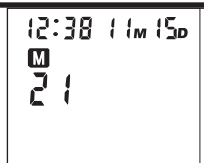

Fig. 1
1. Pulse y libere el botón **M** (memoria). La unidad mostrará brevemente la cantidad de mediciones almacenadas en el banco, *Fig. 1*.